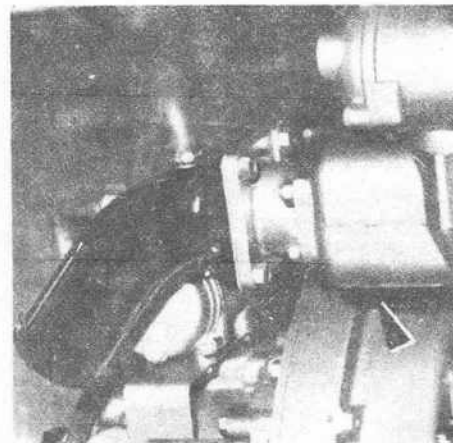

fig. 17
- Dévisser le bouchon de vidange de la tubulure d'échappement [fig. 17].